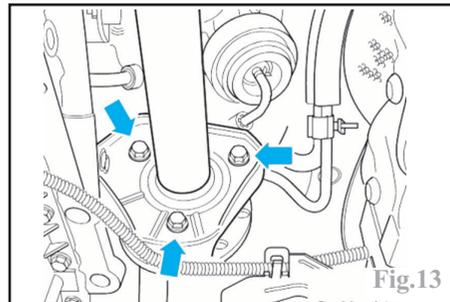

Fig.13
-les vis de fixation de l'arbre intermédiaire (Fig.13).
Serrer les vis de fixation de l'intermédiaire au couple prescrit (Fig.13).